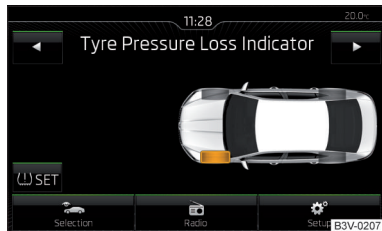

Abb. 308
- Die Funktionsfläche (U) SET antippen » Abb. 308.
Bei aufleuchtender Kontrollleuchte (U) im Kombi-Instrument kann im Infotainment der betroffene Reifen angezeigt werden » Abb. 308.